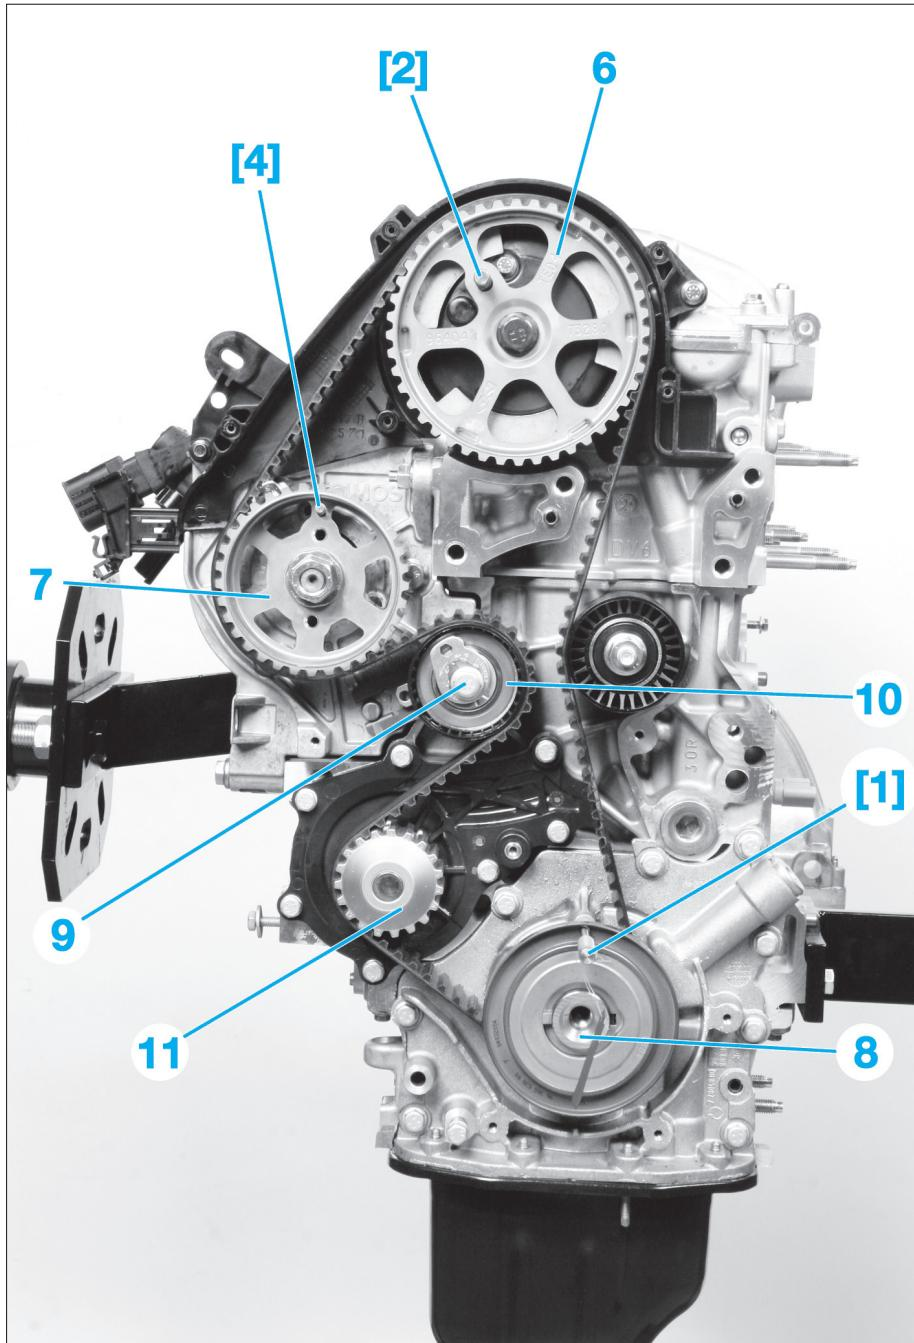

FIG. 33
- la roue dentée d'arbre à cames (6) à l'aide de la pigne [2] (Fig.33),
- la roue dentée (7) de la pompe haute pression avec l'outil [4],
- le vilebrequin (8) avec l'outil [1].
- Desserrer la vis de fixation du (9) du galet tendeur (10) en le retenant à l'aide d'une clé 6 pans.
- Déposer la courroie de distribution en commençant par la roue dentée de pompe à eau (11).